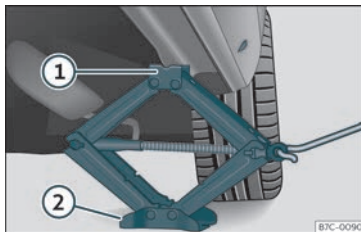

Fig. 43 Longarina: colocação do macaco do veículo.
- Rode a manivela do macaco*, colocado por baixo do ponto de apoio da longarina, para levantá-lo até que o ressalto ① >>> Fig. 43 se encontre por baixo da zona que lhe corresponde.
- Alinhe o macaco* de forma que o ressalto ① «fique encaixado» na zona da longarina que lhe corresponde e que a placa base móvel ② fique apoiada no chão. A placa base ② deve ficar colocada na vertical, relativamente ao ponto de apoio ①.